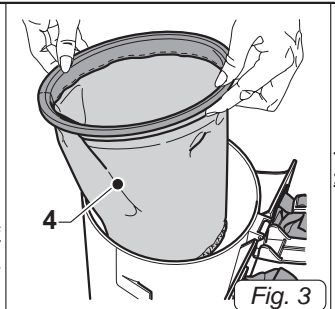
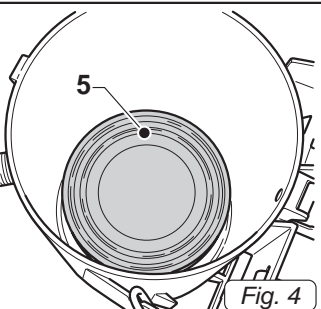
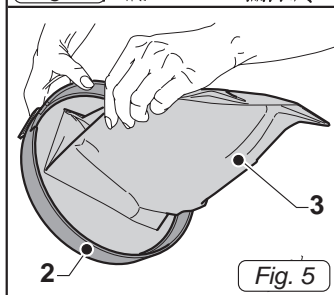

Fig. 3
Fig. 4
Fig. 5
- Удалить тканевый фильтр (4 Рис.3), и убедитесь что внутри устройства монтирован патронный фильтр (5 Рис.4).
- Замените фильтровальную ткань (4 Рис.3), замените бумажный пакет (3 Рис.5) на обложке (2 Рис. 5) и держите его в положении установите крышку (2 Рис 6).